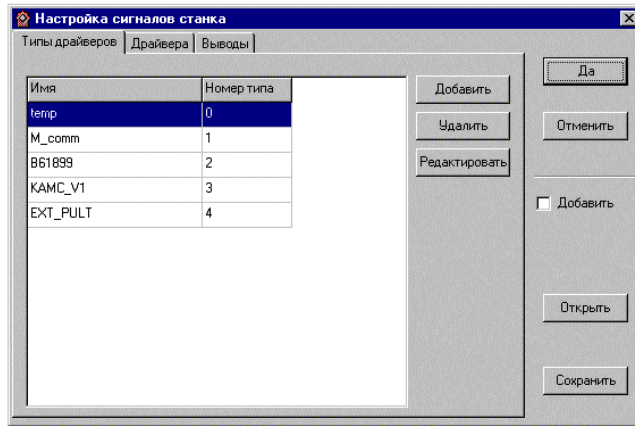

Рисунок 1.8 – Диалоговое окно выбора и создания имени драйвера
- диалоговое окно выбора и создания имени драйвера (рис. 1.8);